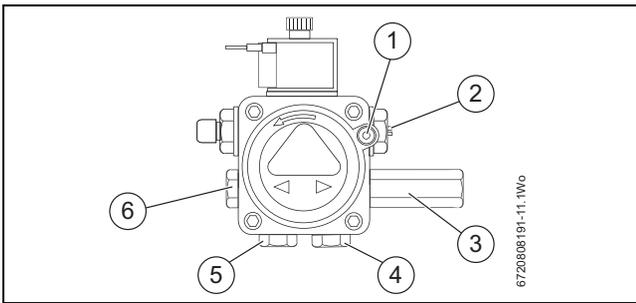
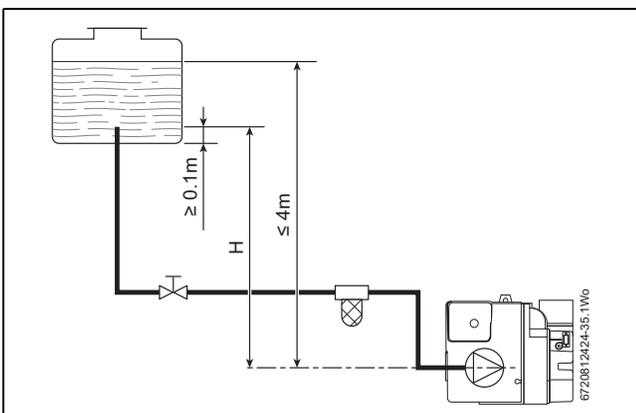

Bild 12
Bild 13
- In der Anlage laut Abb. 13 die Verbindung am Manometerschluss lösen ([1] Abb. 12) und warten, bis Brennstoff austritt.
Tab. 6 Siehe Abb. 13